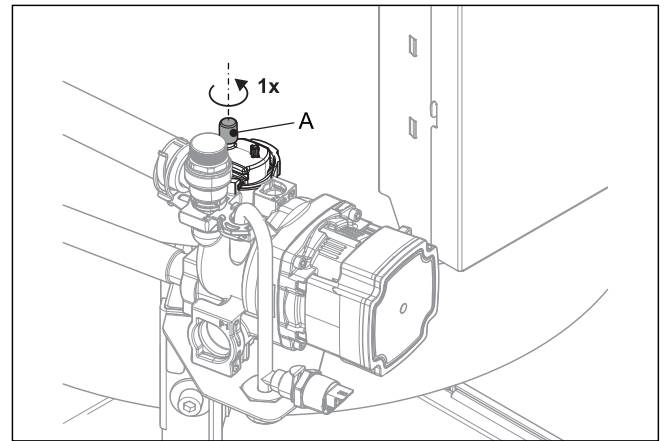

Bild 9-2 Entlüfter-Kappe lösen
- 2 Sicherstellen, dass die Kappe des Automatikenlüfters (Bild 9-2, Pos. A) offen ist.
Tab. 9-2 Legende zu Bild 9-2